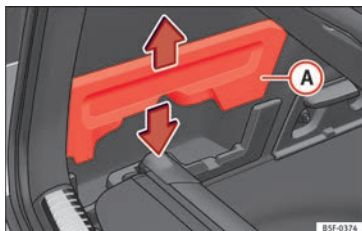

Fig. 164 Na bagageira: alojamento para guardar a chapeleira.
- Retire as tampas » **Fig. 164** **(A)** esquerda e direita.